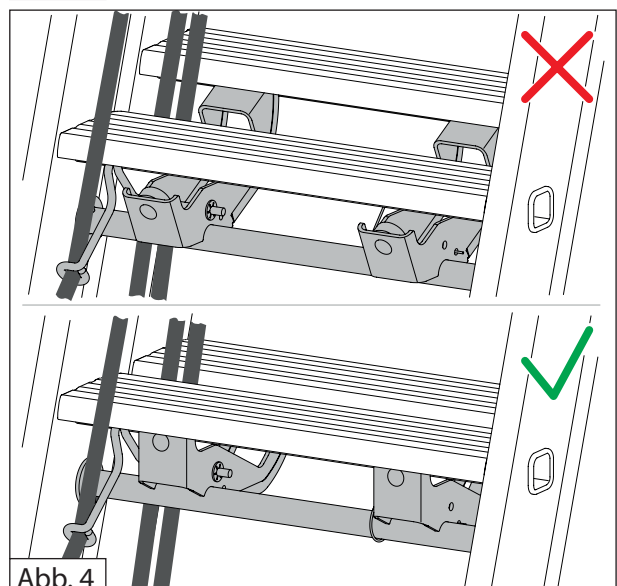

Abb. 4
6. Kontrollieren, ob die Stufen richtig auf den Einfallhaken liegen (siehe Abb. 4).